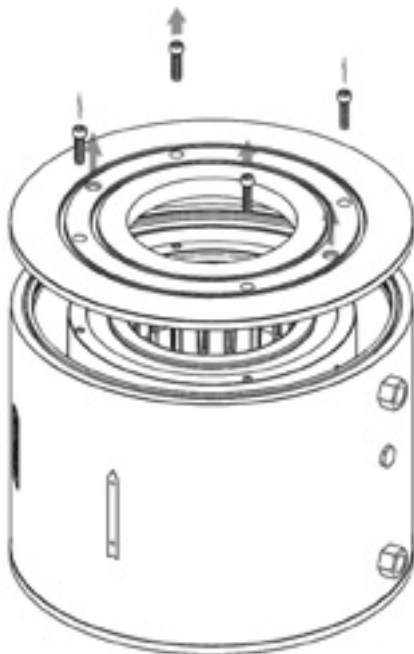

Abbildung 12 – Entfernen Sie die Abdeckplatte am Austritt.
- Legen Sie die Rumpfbaugruppe auf den Boden oder auf eine andere stabile Fläche, vertikal und mit der Eintrittsseite nach unten, wie in Abbildung 12 unten gezeigt.
- Entfernen Sie die Abdeckplatte am Austritt, wie in Abbildung 12 unten gezeigt.